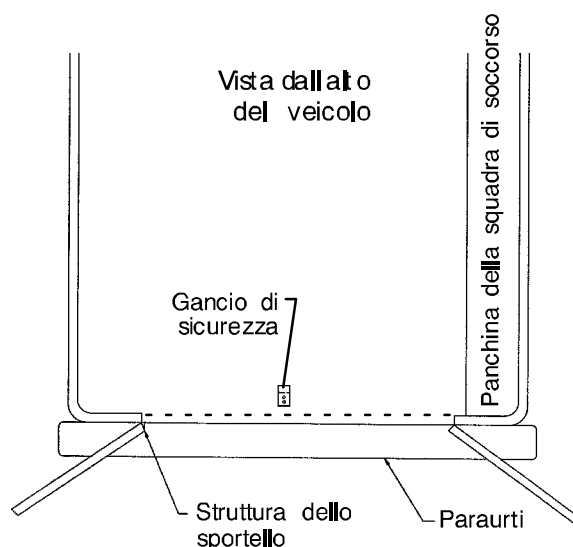

Figura 4 - Collocazione del gancio di sicurezza
3. Centrare il gancio di sicurezza (Figura 4) sulla barra di sicurezza della barella. Assicurarsi che il gancio si trovi di fronte al lato anteriore del veicolo.